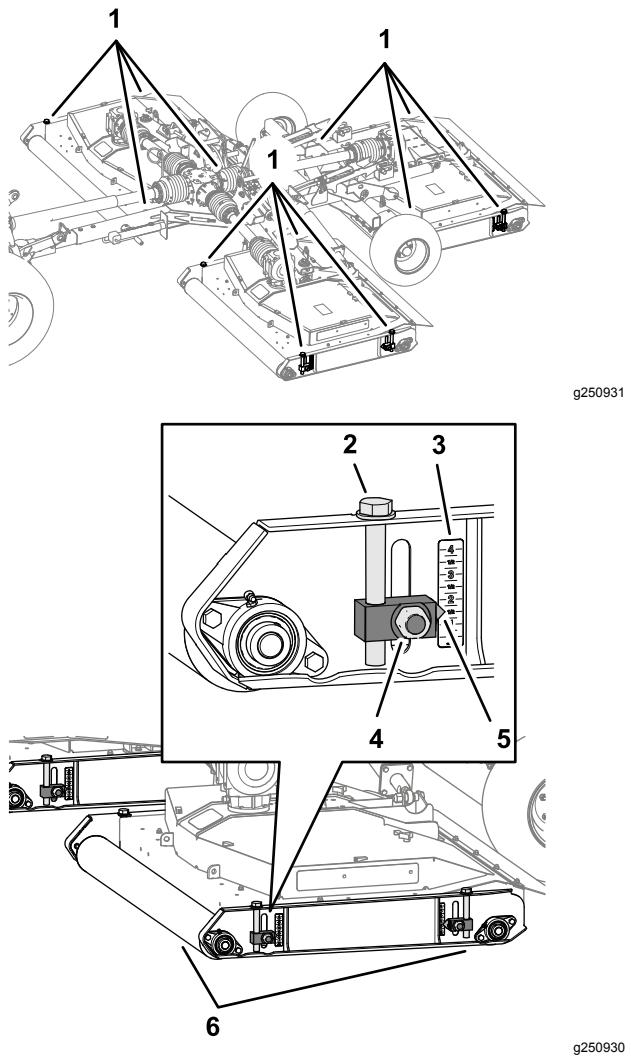

Bild 41
- 3. Lösen Sie die vier Sicherungsmuttern, mit denen die vier Schnitthöheneinstellungen des Mähwerks befestigt sind (**Bild 41**).